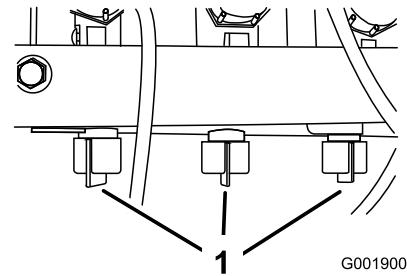

図 22
10. OFF にしたブームのバルブの下についているバイパス・バルブ (図 22) を使って、上記手順7で設定した水圧と同じ水圧に調整する。